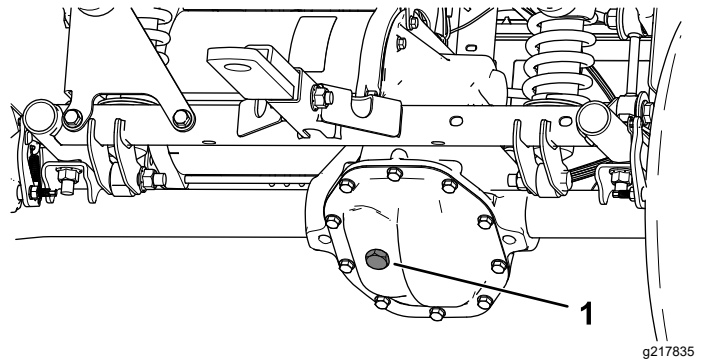

Bild 47
4. Entfernen Sie die Füllschraube am Getriebe (**Bild 47**).
5. Wenn der Ölstand niedrig ist, nehmen Sie die Füllschraube ab und füllen Sie die angegebene Ölsorte ein, bis das Öl aus dem Loch ausläuft (**Bild 47**).
4. Entfernen Sie die Füllschraube am Getriebe und füllen Sie das Getriebe mit Öl der angegebenen Sorte, bis es aus dem Füllloch ausläuft (Bild 47).